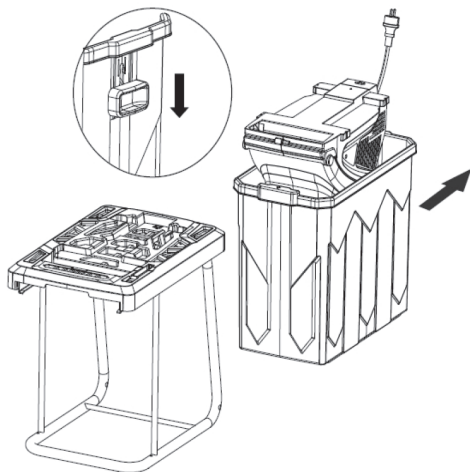

Рис. 3
1. Откройте упаковку и извлеките изделие и все комплектующие (рис. 3).